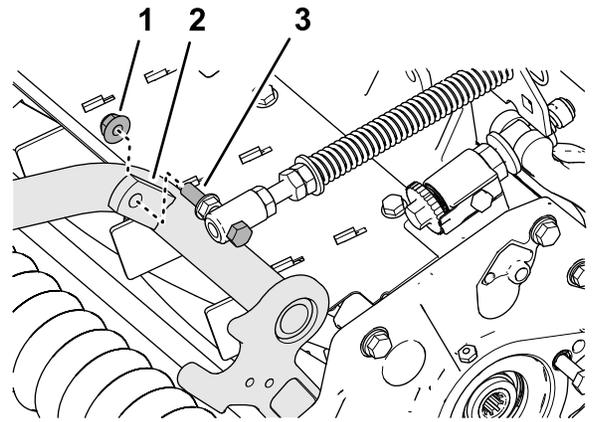

图 20
- 使用凸缘锁紧螺母 ($\frac{3}{8}$ 英寸) 将草坪补偿弹簧的平头螺丝组装到承载架 (图 20) 的右侧凸耳上。
4. 使用凸缘锁紧螺母 ($\frac{3}{8}$ 英寸) 将草坪补偿弹簧的平头螺丝组装到承载架 (图 20) 的右侧凸耳上。